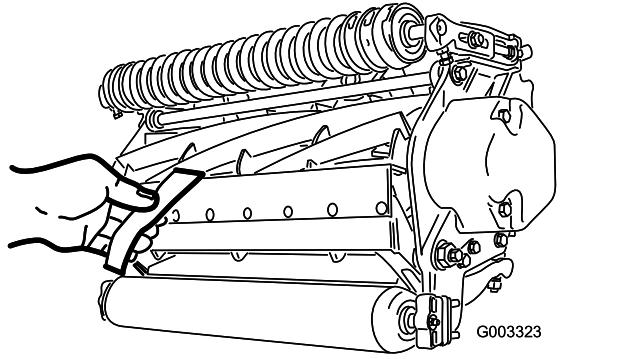

Figure 8
- B. Insérez une longue bande de papier de performance de coupe (réf. Toro 125-5610) entre le cylindre et la contre-lame, perpendiculairement à la contre-lame (Figure 8), puis tournez **lentement** le cylindre en avant ; il devrait couper le papier ; si ce n'est pas le cas, répétez les opérations A et B jusqu'à ce que le papier soit coupé.
- Insérez une longue bande de papier de performance de coupe (réf. Toro 125-5610) entre le cylindre et la contre-lame, perpendiculairement à la contre-lame (**Figure 8**), puis tournez **lentement** le cylindre en avant ; il devrait couper le papier ; s'il ne le coupe pas, tournez chaque vis de réglage de la barre d'appui de 1 cran dans le sens horaire et